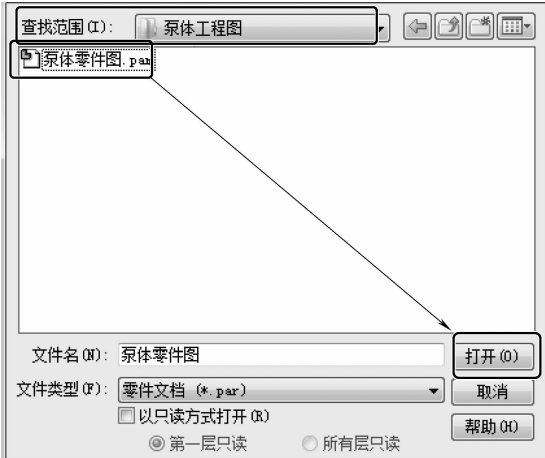

图 9-207 选择模型
- (1) 单击【主页】菜单栏下【图纸视图】中的【视图向导】按钮，弹出【选择模型】对话框，在【查找范围】中找到【泵体零件图】所在文件夹，并选择【泵体零件图】后单击【打开】按钮，如图 9-207 所示。